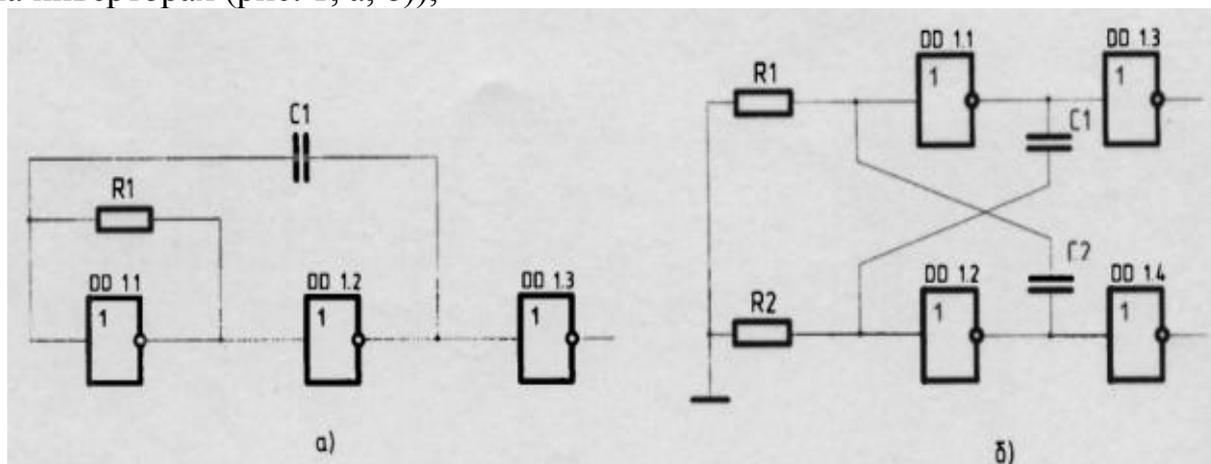

Рис. 1. Исследование автогенераторов на инверторах K155/ЛН1:
- изучаются принципы действия автогенераторов, построенных на инверторах (рис. 1, а, б));
- исследуйте влияние величины емкости конденсатора C_1 на частоту выходного сигнала мультивибратора (рис. 1, а);
- исследуйте влияние величины емкости конденсаторов C_1 и C_2 на частоту выходного сигнала мультивибратора (рис. 1, б);